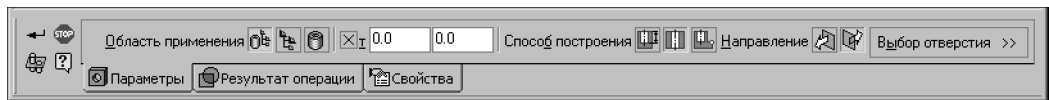

Рис. 111.2. Панель свойств при построении круглого отверстия в сборке
1. Выбор типа области применения. Для этого служит переключатель **Область применения**. Он появляется на вкладке **Параметры** Панели свойств при выполнении операций удаления материала в сборке (рис. 111.2).
Чтобы во время выполнения формообразующей операции перейти в режим задания области применения «Компоненты», нажмите кнопку **Область применения** на Панели специального управления (рис. 111.2).